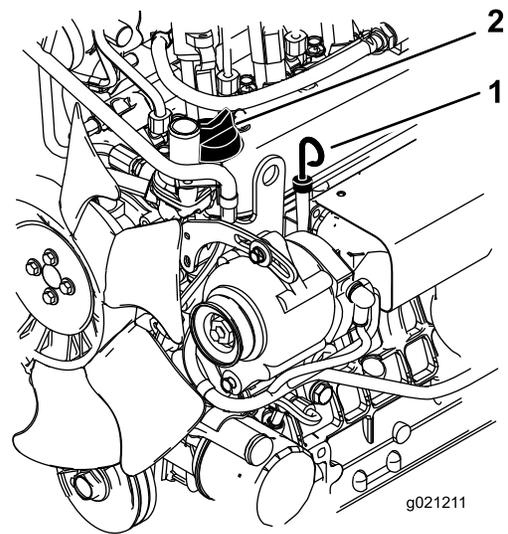

図 26
3. ディップスティックを抜き取り、付いているオイルをウェスで拭きとってもう一度差し込む(図26)。
5. 不足している場合は、キャップ(図26)を取り、Full 位置までオイルを補給する。エンジンオイルを入れすぎないこと。